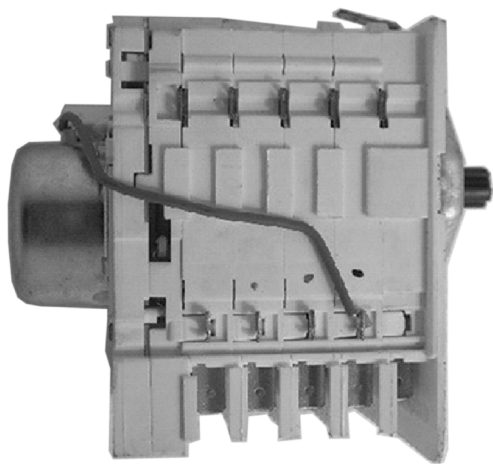

图 1-30 全自动波轮洗衣机机电式程控器实物
1) 机电式程控器：机电式程控器采用永磁单相罩极同步电动机 TM 作为驱动力，通过齿轮减速机构，带动快轴和慢轴运转，快轴和慢轴上的凸轮在旋转的过程中控制弹簧片触头的断通。同时程控器采用单片机对电动机及其他外围器件进行控制，从而控制洗衣机完成全部工作过程。机电式程控器的外形实物如图 1-30 所示。